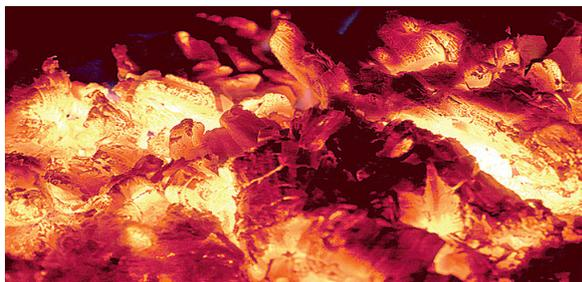

Abb.: 10
- Regeln Sie den Drehgriff auf die Stellung „Reduzierte Nennheizleistung“, sobald ein flammenarmes Glutbett vorhanden ist (Abb.: 10).